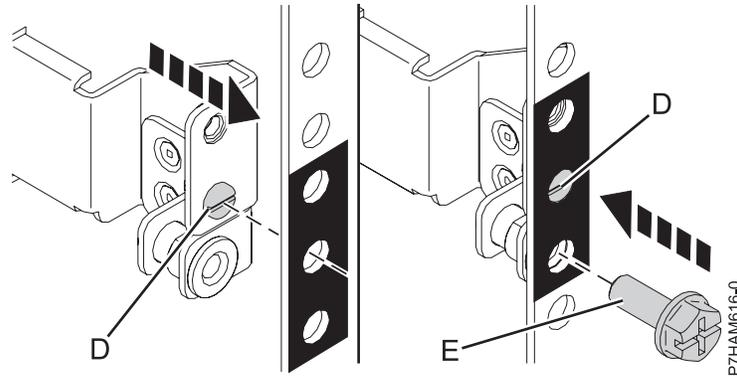

Abbildung 10. Schiene an der Rückseite des Racks montieren
- e. Setzen Sie die Ausrichtschraube (D) der Schiene in die mittlere EIA-Bohrung ein, die Sie zuvor markiert haben (siehe Abb. 10 auf Seite 13).
- f. Setzen Sie eine Befestigungsschraube (E) in die unterste EIA-Bohrung ein, um die Schiene an der Rückseite des Racks zu montieren, wie in Abb. 10 dargestellt.